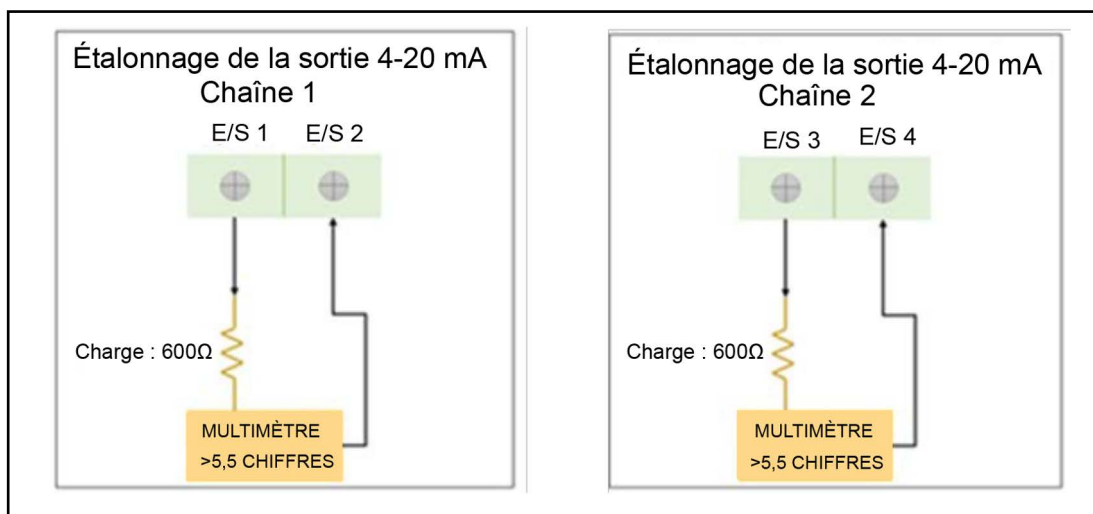

Figure 38 : Connexions de sortie analogique E / S optionnelles pour les canaux 1 et 2
1. Connectez la sortie analogique comme indiqué Figure 38.